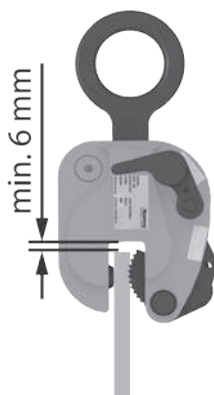

Fig. 19 : Espace entre la pince et la tôle
- Veiller à ce qu'il y ait si possible un espace d'environ 6 mm entre la pièce à lever et la pince (Fig. 19). Il est recommandé d'observer l'espace, ce qui augmente la durée de vie de la pince.